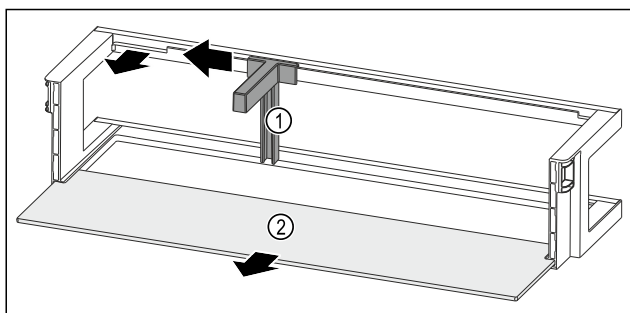

Fig. 231 Дверная полка с держателем для бутылок и съемной полкой
- Сместите держатель для бутылок Fig. 231 (1) до выемки в сторону.
- Извлеките держатель для бутылок Fig. 231 (1).
- Извлеките съемную полку Fig. 231 (2).